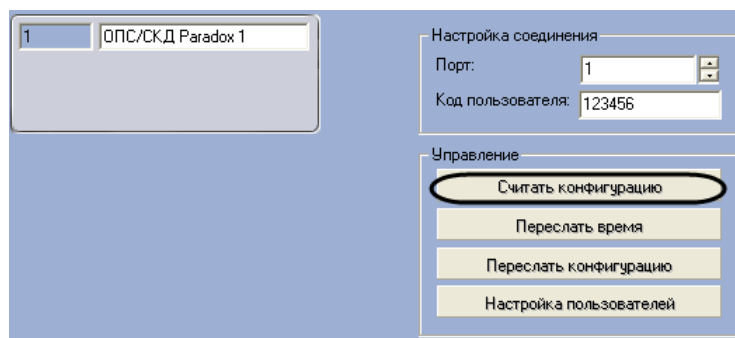

Рис. 3.2—3. Считывание конфигурации системы Digiplex EVO
1. Перейти на панель настройки объекта **ОПС/СКД Paradox** (Рис. 3.2—3).
2. Нажать кнопку **Считать конфигурацию** (см. Рис. 3.2—3).